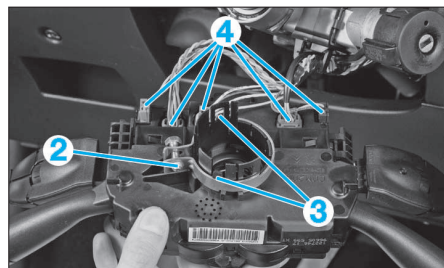

FIG. 5
- Desserrer la vis du collier de serrage (2) du commutateur (Fig.5).
- Ecarter les pattes de fixation (3) du commutateur.
- Débrancher les connecteurs électriques (4) du commutateur.